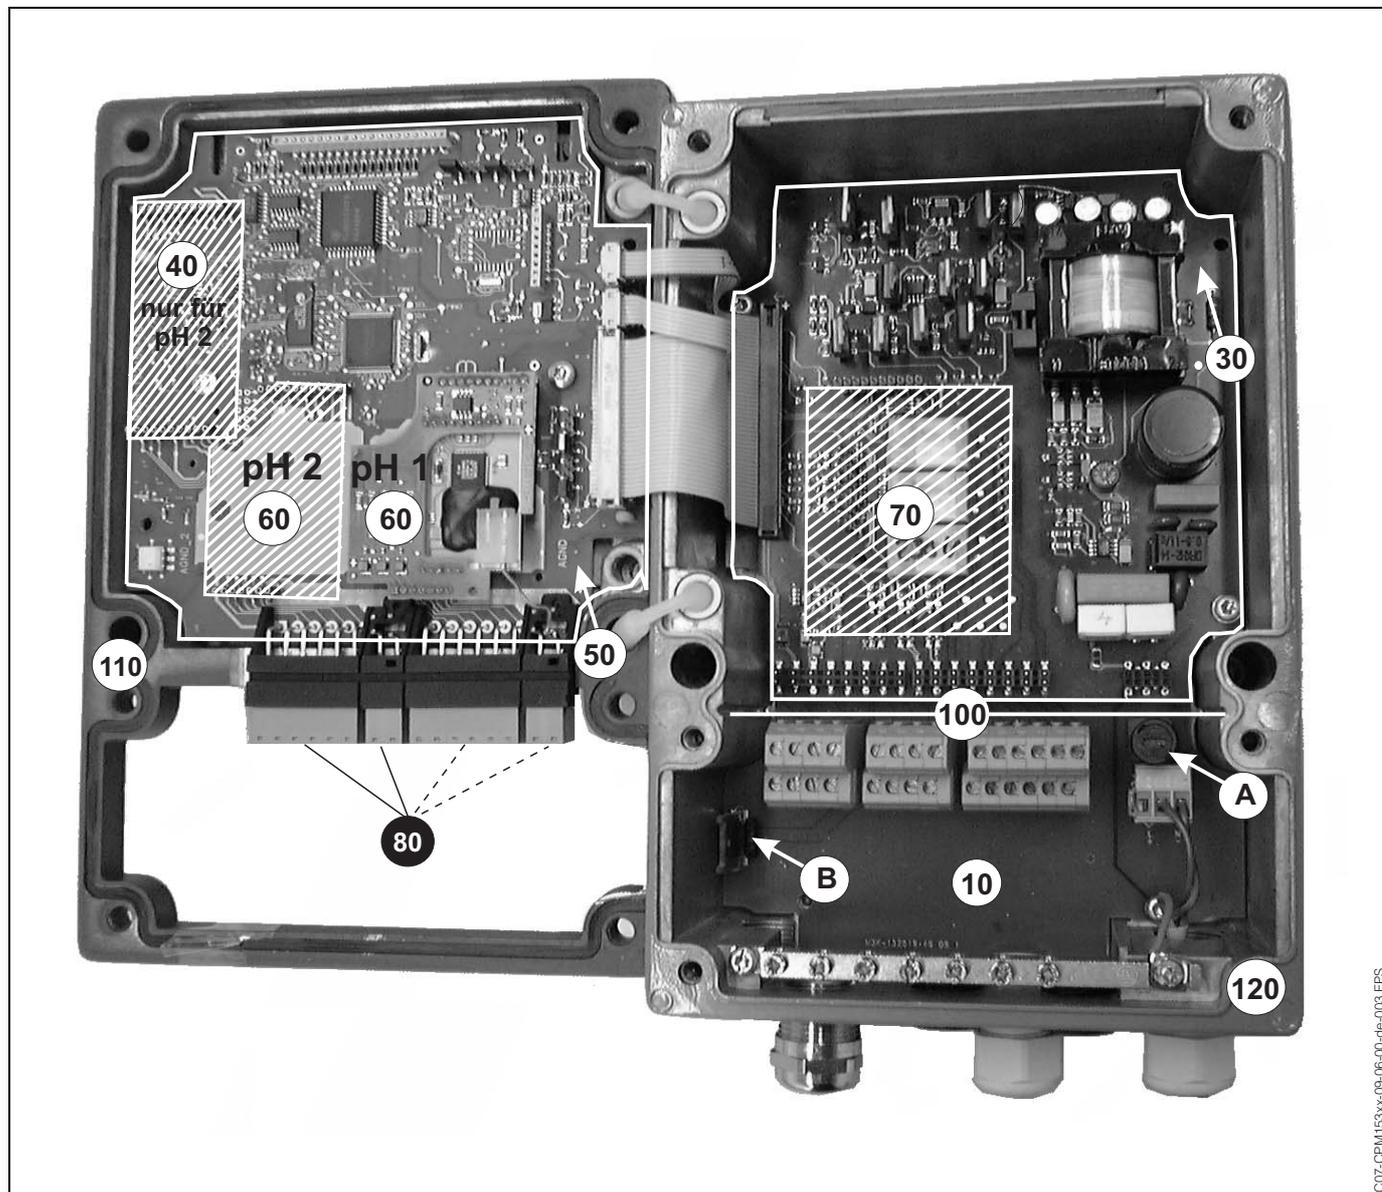

Рис. 28: Вид внутри преобразователя Mycom S.
- Расположение предохранителя: "А" на Рис. 28